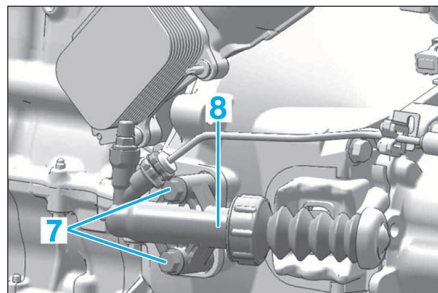

FIG. 3
- Ecarter l'ensemble du faisceau du calculateur (5).
- Déposer le support de batterie (6).
- Déposer les vis (7) (Fig.3), du récepteur d'embranchage.